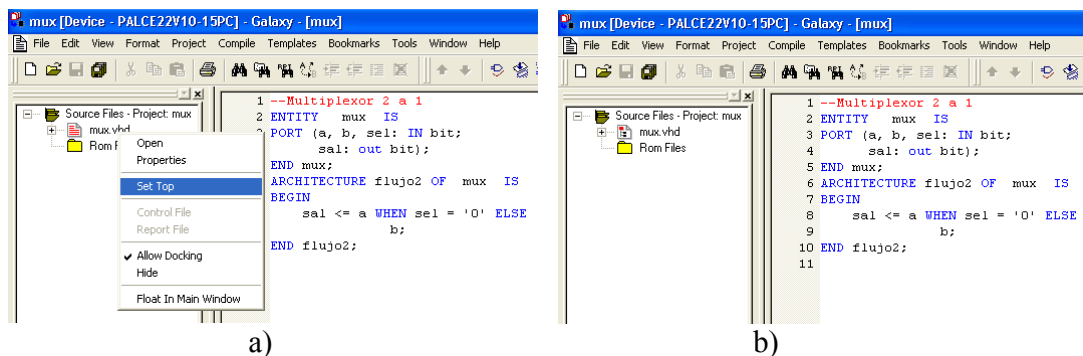

Figura 3. Indicar el archivo principal o de mayor nivel (top level).
5. Se puede observar en la figura 3, que la ventana izquierda cambia. Esto es debido al hecho de que ya es un proyecto. Se da clic con el botón derecho del ratón, sobre **mux.vhd**, y se selecciona **Set Top**. Todo esto, como se muestra en la figura 3a). Una vez hecho esto es posible observar que el icono del archivo creado **mux.vhd** cambió, como se puede observar en la figura 3b).